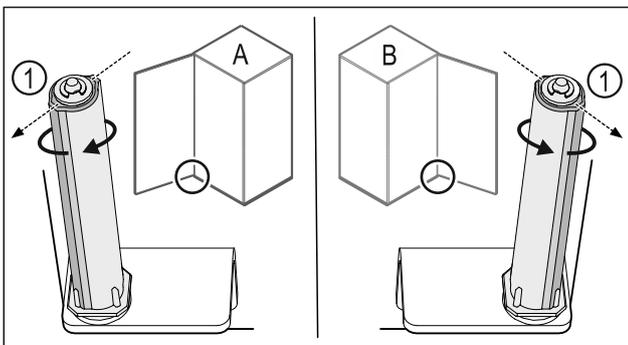

Fig. 43 Butée à gauche (A) / butée à droite (B)
- Tourner le système de fermeture contre la résistance jusqu'à ce que son arête Fig. 43 (1) pointe vers l'extérieur.